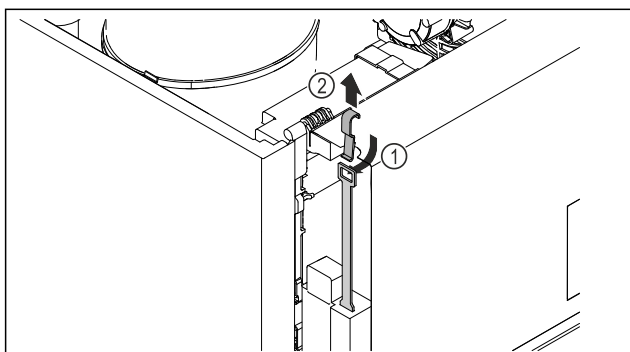

Fig. 248
- Työnnä hätäavausavain Fig. 248 (1) ylhäältä sisään, sovita lukkoon ja vedä ylös Fig. 248 (2).